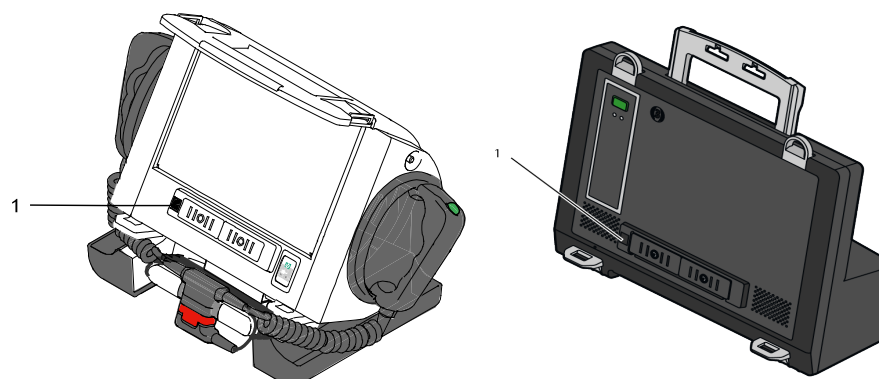

Bild 10-6 Defibrillator/Schrittmacher, Infrarotschnittstelle
8. Infrarotschnittstelle des Defibrillators/Schrittmachers mit einem Tuch abwischen (siehe Bild 10-6, Pos. 1).